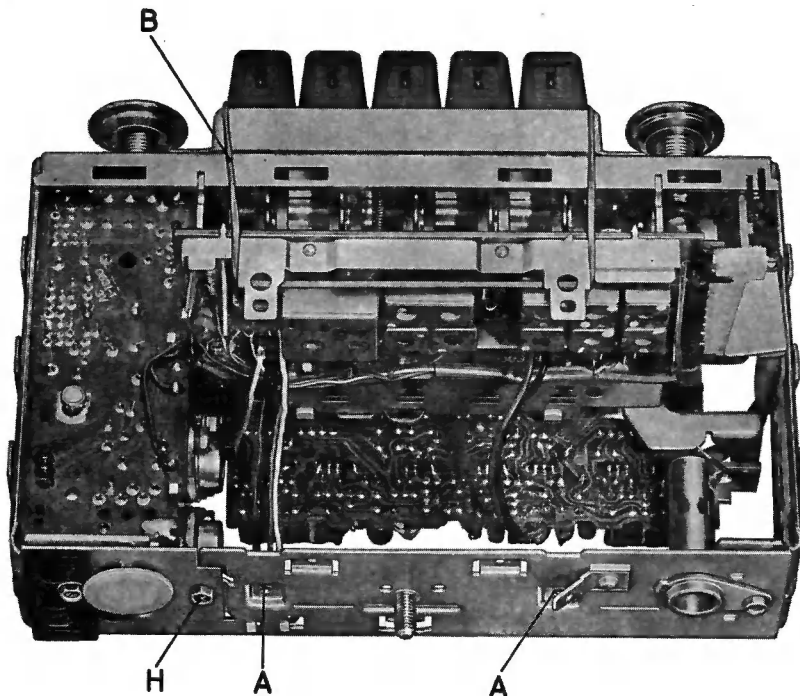
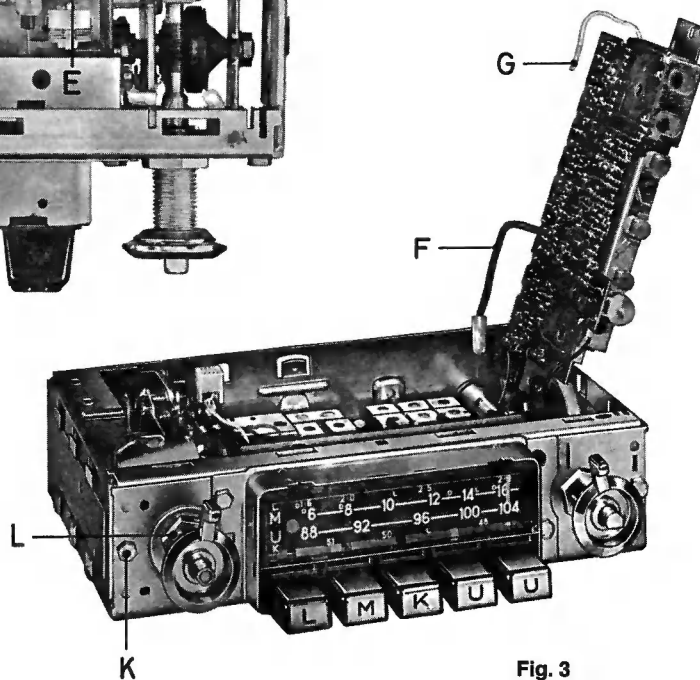

Fig. 1
Fig. 3
- 1.1 Die beiden Halteschrauben „A“ der ZF-Platte an der Rückwand herausdrehen (Fig. 1).
1. die ZF-Platte mit einem Gummiring über beide Laschen und den Tasten festgehalten werden (siehe Fig. 1),
- 2.8 Spulenplatte zur Seite klappen (Fig. 3). In diesem Zustand ist die Spulenplatte für eine Empfangsfrequenz von ca. 110 MHz voll funktionsfähig.
- 3.1 Schrauben „H und K“ und Mutter „L“ entfernen (Fig. 3, Fig. 1).
- 1.1 Remove the two mounting screws „A“ of the IF board at the rear wall (fig. 1).
1. the IF board may be locked by means of a rubber ring on both straps and the keys (see fig. 1),
- 2.8 Tilt coil board to the side (fig. 3). In this condition, the coil board is still capable to operate at a reception frequency of approx. 110 MHz.
- 3.1 Remove screws „H“ and „K“ and nut „L“ (fig. 3, fig. 1).